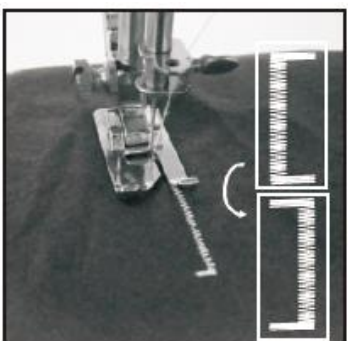

Abb. 18
- 5) Heben Sie den Nähfuß an und drehen Sie den Stoff um 180° (Abb. 18).